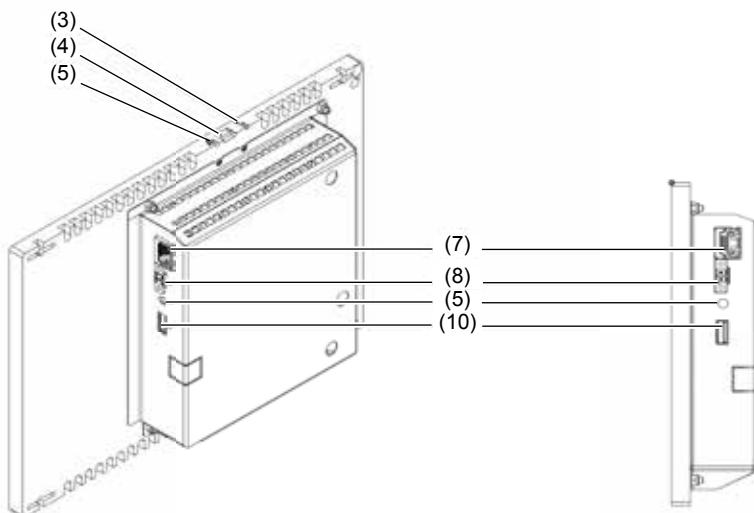

Figura 2: vista posteriore/laterale – versioni apparecchio Android
- Se necessário, ligar uma tensão auxiliar de 24 V DC (Acessórios) no borne fornecido (9). Ter em atenção a polaridade correta (figura 2/3).
- Colocar o painel táctil na caixa (21) de forma a que os suportes de montagem (22) da caixa sejam empurrados para trás da estrutura.